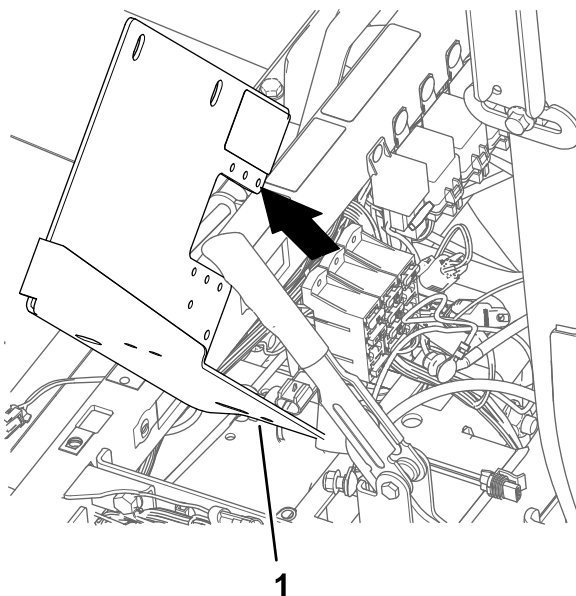

Figure 174
6. Déposez le support de batterie de la machine (Figure 174).